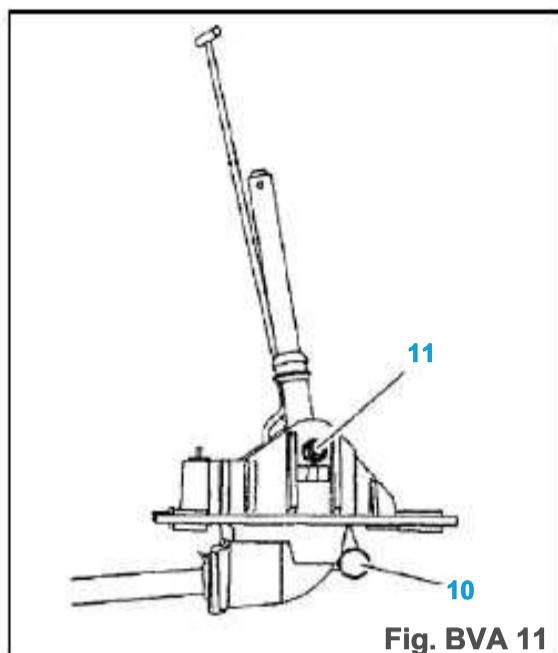

Fig. BVA 11
- la perilla de velocidad (9)
- el indicador de selección (10).
- el pomo de la palanca de cambio (9)
- Desconectar la articulación de rótula (10) (Fig. BVA 11).
- el tornillo (11)